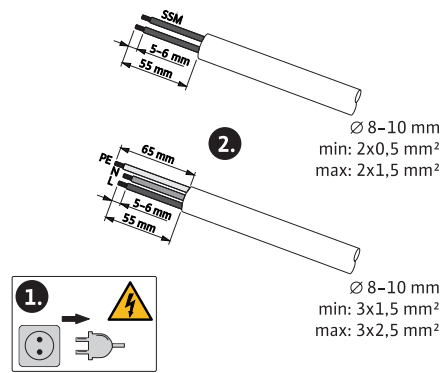

Fig. 18: Anschluss vorbereiten
- Zum Schutz vor Leckagewasser und zur Zugentlastung an der Kabelverschraubung eine Anschlussleitung mit ausreichendem Außendurchmesser verwenden → Fig. 18.